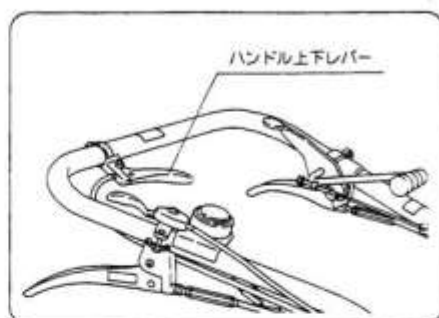

図19
- ① ハンドル上下レバーを握りハンドルを上にあげてから操作してください。(図19)
- ② ローター回転と適応作業